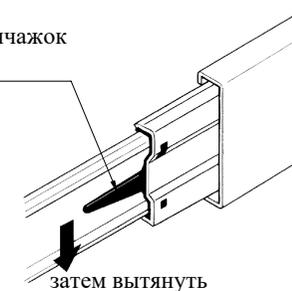
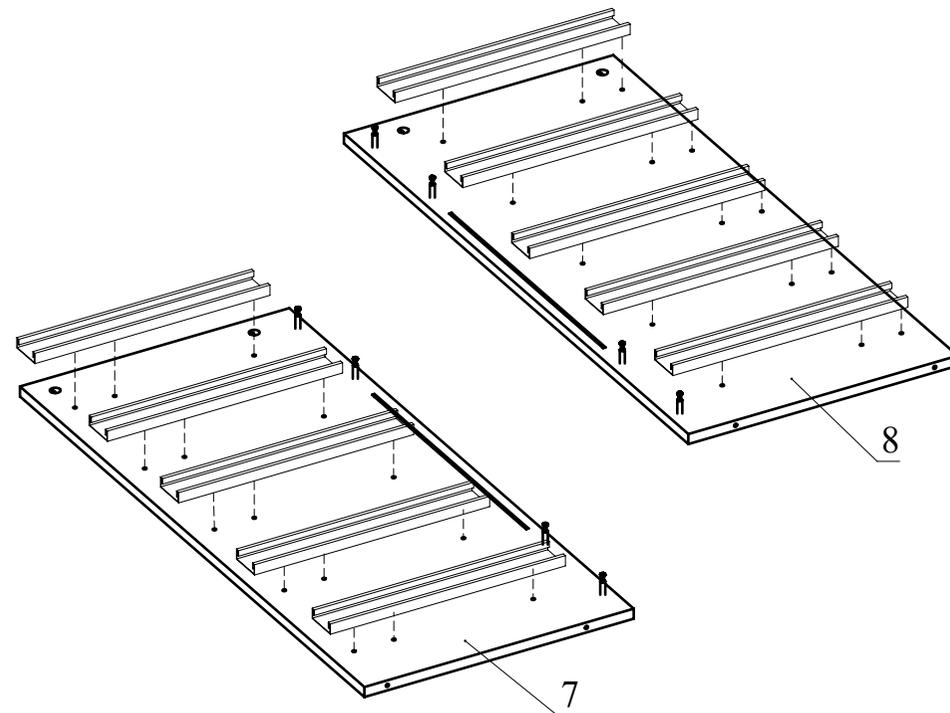

Рис.3
Рис.4
3. Отсоедините от основания телескопических направляющих внутренние планки, отогнув пластиковый рычажок фиксатора (Рис. 3). Основания телескопических направляющих закрепите на деталях 7, 8 винтами М5х8 (Рис. 4). !!! Приложите телескопическую часть отверстия к отверстиям на боковине так, чтобы они были отцентрованы относительно друг друга. Вкрутите винты М5х8 с помощью **шуруповерта**, приложив немного усилий. **Внимание:** винт М5х8 должен заходить с натягом для максимально плотной фиксации телескопических направляющих.